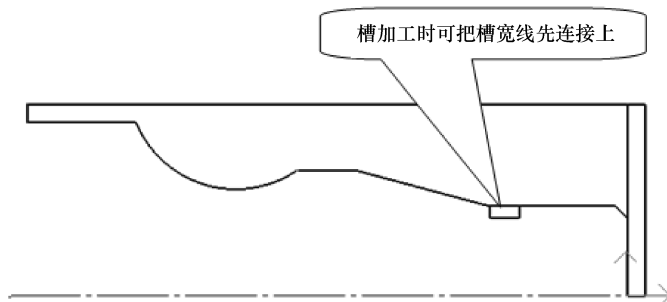

图 8-6 毛坯轮廓
(1) 左端轮廓毛坯建模 根据零件的加工要求, 设置零件毛坯尺寸。毛坯尺寸左端外圆为 $\phi 65\text{mm}$, 端面预留 5mm , 设置后的左端毛坯如图 8-6 所示。